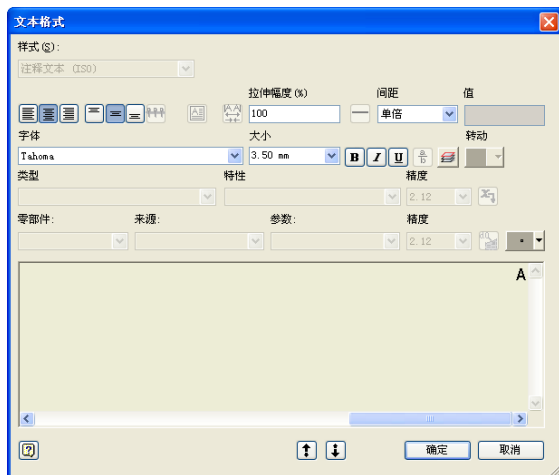

图 5-47 “文本格式”对话框
(1) 选择【标注】标签栏上的【特征标识符号】工具按钮^A，如果要创建不带指引线的符号，可以双击符号所在的位置，此时【文本格式】对话框打开，如图 5-47 所示，可以对要添加的符号文本进行编辑，编辑完毕后单击【确定】按钮，则特征标志符号即被创建；